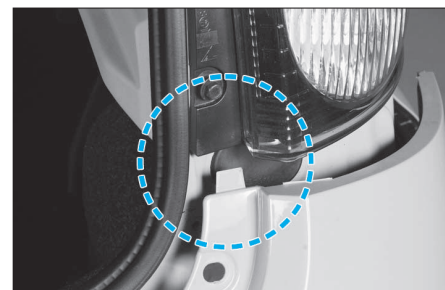

FIG. 135
- Extraire le bouclier en le dépliant du feu AR comme illustré (Fig.135), puis débrancher le connecteur des éclairers de plaque.